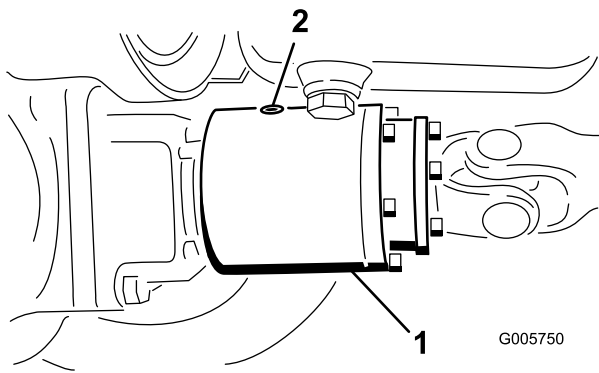

Bild 58
3. Drehen Sie die Kupplung, sodass die Prüfschraube nach unten gerichtet ist (Bild 58).